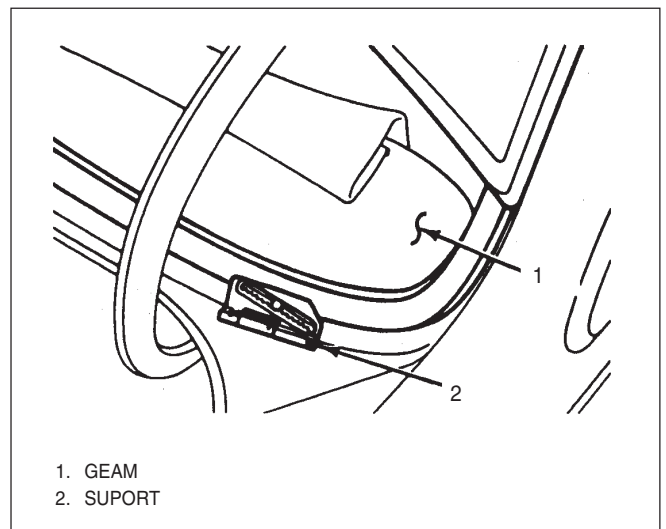

Fig. 10 Suportul geamului din spate
- 3) Suportii geamului din spate la baza acestuia (fig. 10).